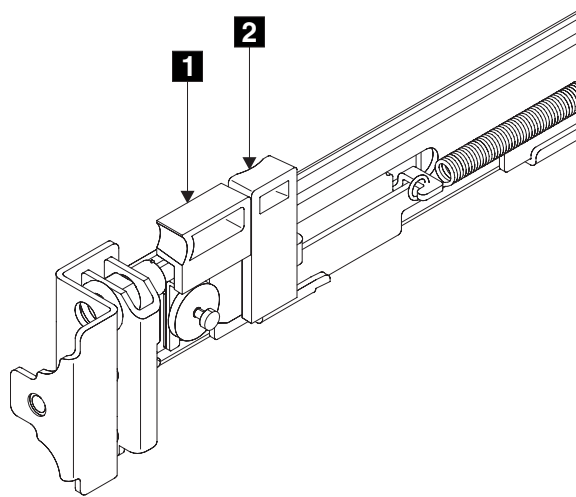

図 60. ラッチ・ロック・キャリアを引っ込める
2. ラッチ・レバー **1** (図 60 参照) の側面に人差し指を置き、親指をラッチ・ロック **2** の前面にあてます。